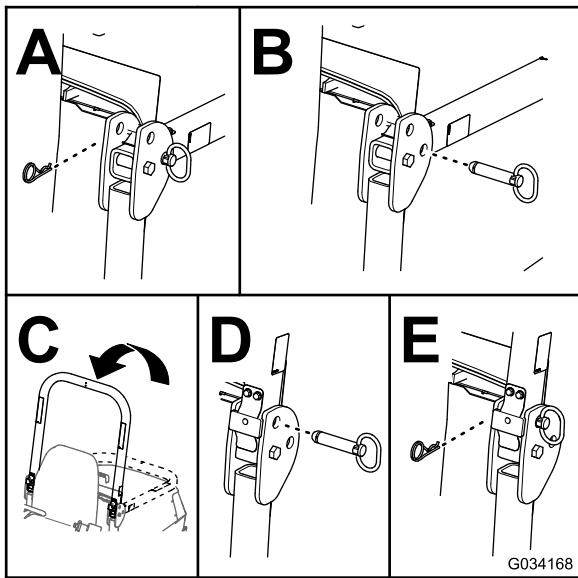

Figura 31
2. Retire las chavetas y los pasadores de la barra antivuelco (Figura 31).
3. Eleve la barra antivuelco y sujétela con los pasadores y las chavetas (Figura 31).